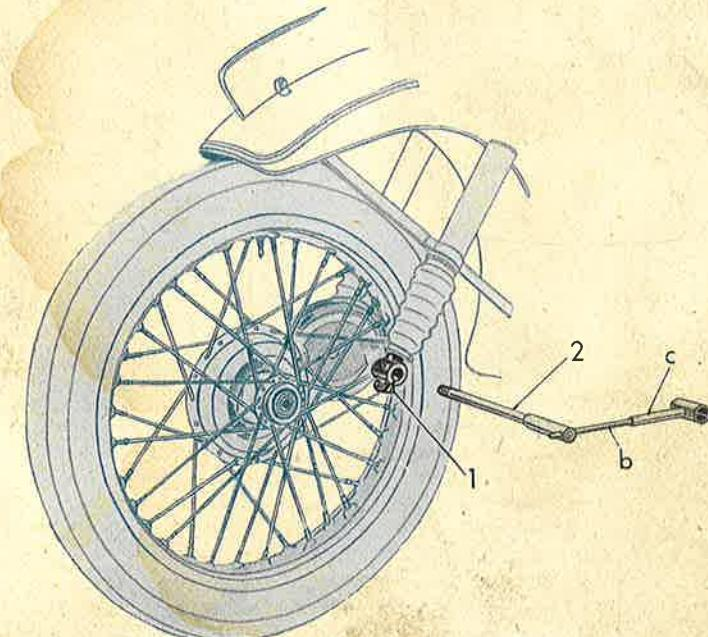

Рис. 29. Съем переднего колеса
3. Ось, посредством видимого на рис. 29 инструмента, отвернуть в направлении часовой стрелки (левая резьба).